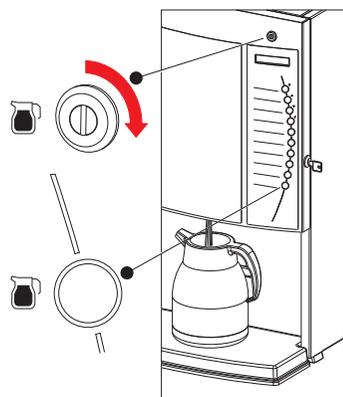

Fig. 30
1. Placer un thermos vide sous la sortie de distribution (fig. 30).
Seule la personne disposant de la clé de la serrure cafetière/thermos est en mesure de remplir un thermos. Voir fig. 30